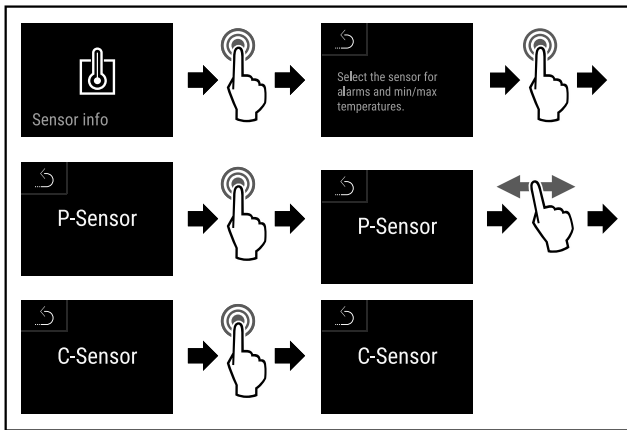

Fig. 173
- ▶ Εκτελέστε τα βήματα ενεργειών (βλέπε Fig. 173).